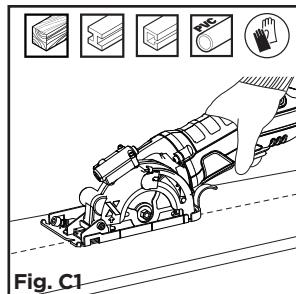

Fig. C1
COUPE DE REFENTE ET TRANSVERSALE (voir Fig. C1, C2)
- 2) Lors des coupes de refente ou transversales, alignez votre ligne de coupe avec le centre du « V » (indicateur d'alignement de la lame), situé sur l'avant de la plaque d'appui de la scie. (Voir Fig. C1)